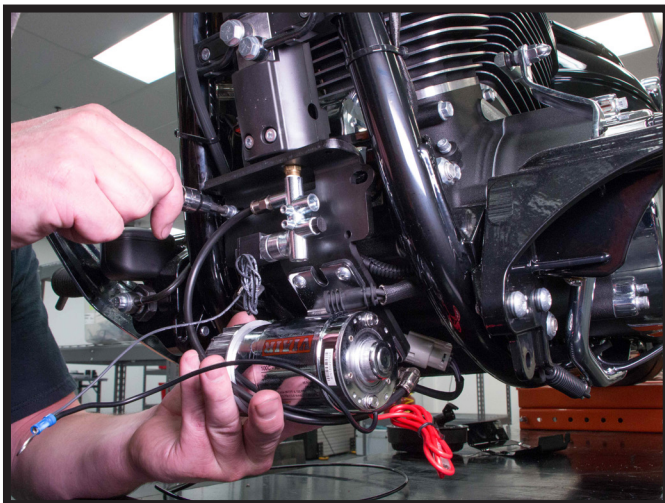

FIGURE 28
15. PULL THE REGULATOR/RECTIFIER PLUGS AROUND EITHER SIDE OF THE PUMP BRACKET. THEN SCREW THE PUMP BRACKET TO THE MOTOR USING THE SUPPLIED CAP SCREWS AND WASHERS. GROUND THE BLACK PUMP WIRE AND ONE OF THE SOLENOID WIRES WITH THE LEFT SCREW. (FIGURES 28, 29)